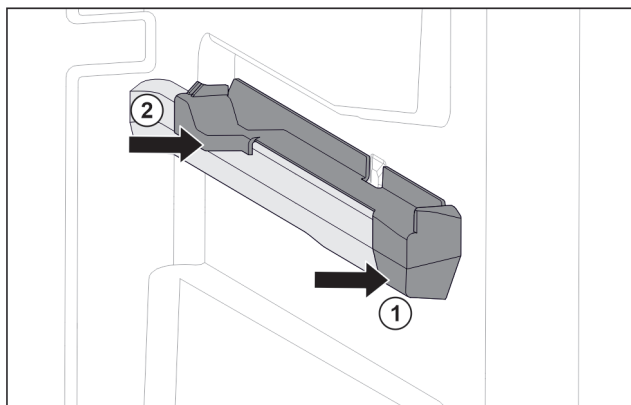

Fig. 51 Nasazovací díl na pravém žebrování na nádoby
- ▶ Nasadte nasazovací díl na žebrování na nádoby. Fig. 51 (1)
- ▶ Přitlačte nasazovací díl k zadní části. Fig. 51 (2)